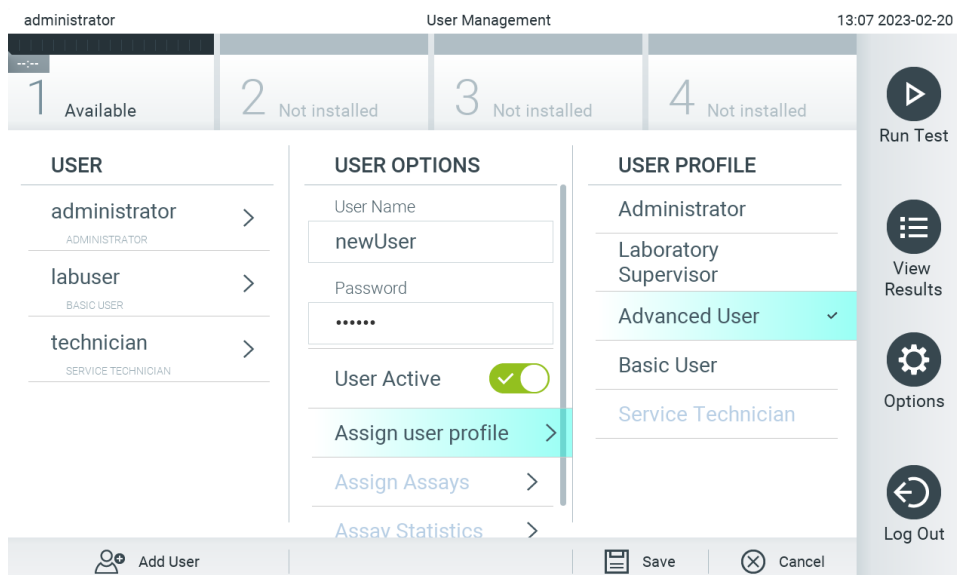

Abbildung 56. Zuweisen eines Benutzerprofils zu einem neuen Benutzer.
4. Drücken Sie auf Assign User Profile (Benutzerprofil zuweisen) und weisen Sie dem Benutzer das richtige Benutzerprofil zu (aus der Liste rechts im Inhaltsbereich) (Abbildung 56).